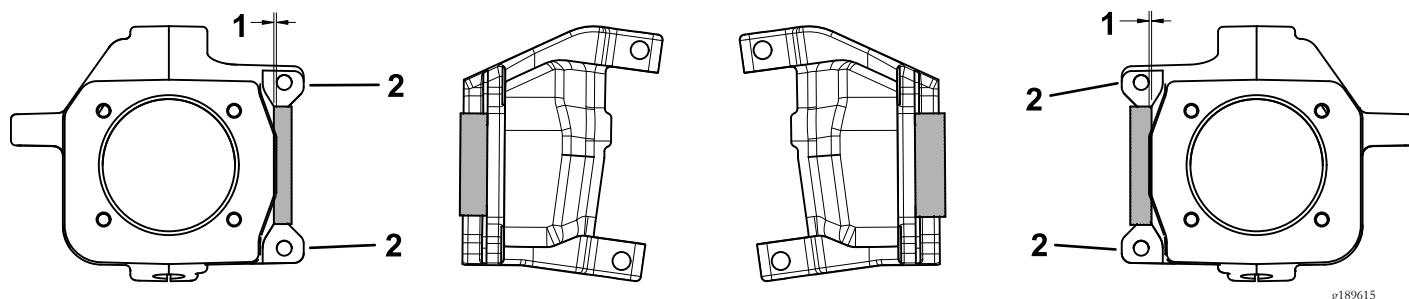

Рисунок 7
1. Удалите шлифовкой слой 1,78 мм в левом и правом поворотных кулаках рулевого управления, как показано на Рисунок 7.
**Внимание:** Не шлифуйте поверхности, показанные на Рисунок 7.